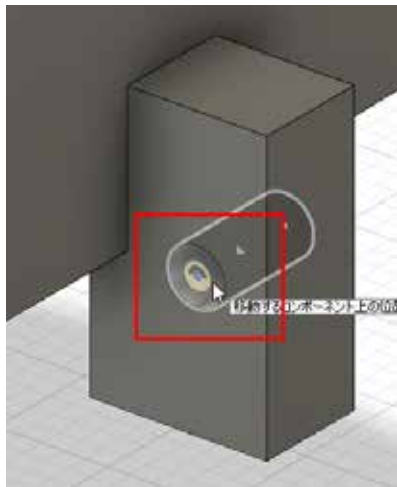

図1
- (1) ジョイントの「タイプ」を「回転」に切り替える。
- (2) 図1に示す位置をクリック